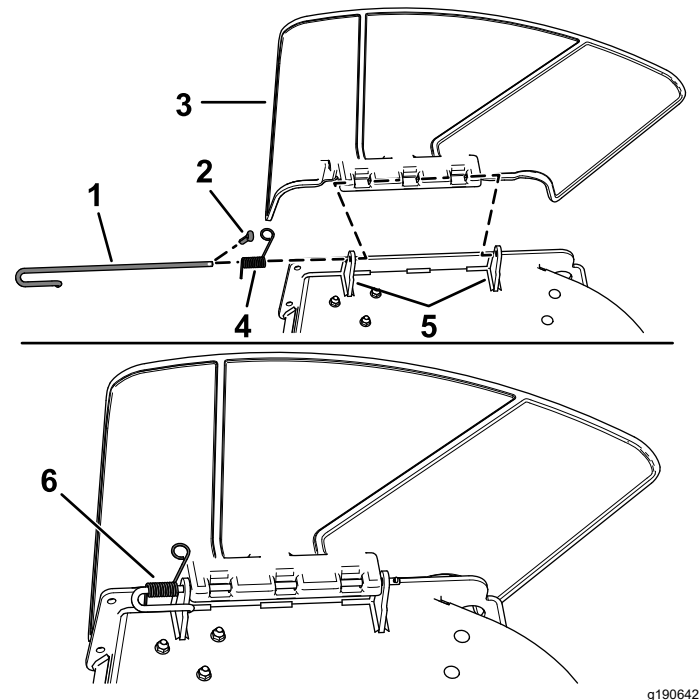

Figure 6
1. Désengagez le ressort du cran dans le support de déflecteur, retirez la goupille fendue et (modèles CE uniquement), sortez la tige des supports soudés du plateau, du ressort et du déflecteur d'éjection (Figure 6).
2. Déposez le déflecteur (Figure 6).